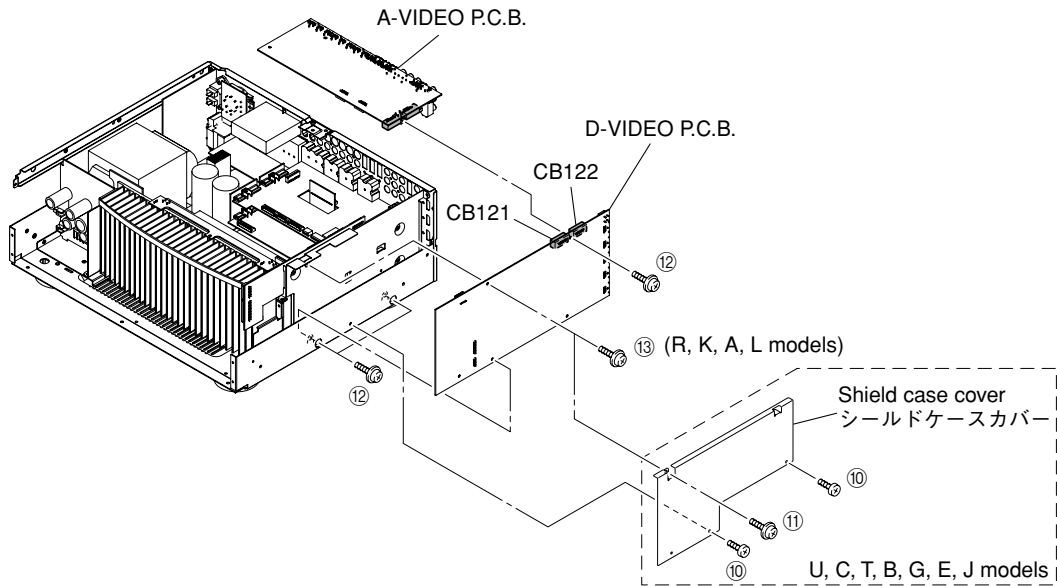

Fig. 4
- a. Remove 2 screws (⑩) and screw (⑪). (U, C, T, B, G, E models) (Fig. 4)
- b. Remove the shield case cover. (U, C, T, B, G, E models) (Fig. 4)
- c. Remove 3 screws (⑫). (Fig. 4)
- d. Remove screw (⑬). (R, K, A, L models) (Fig. 4)
- g. Remove CB121, CB122 and then remove the D-VIDEO P.C.B. which is connected directly to the A-VIDEO P.C.B. with connectors. (Fig. 4)
- a. ⑩のネジ2本、⑪のネジ1本を外します。(Fig. 4)
- b. シールドケースカバーを取り外します。(Fig. 4)
- c. ⑫のネジ3本を外します。(Fig. 4)
- f. CB121、CB122を外し、D-VIDEO P.C.B.を取り外します。ただし、D-VIDEO P.C.B.は、A-VIDEO P.C.B.と直接コネクタ接続されています。(Fig. 4)
- c. Remove the A-VIDEO P.C.B.. (Fig. 4)
- c. A-VIDEO P.C.B.を取り外します。(Fig. 4)